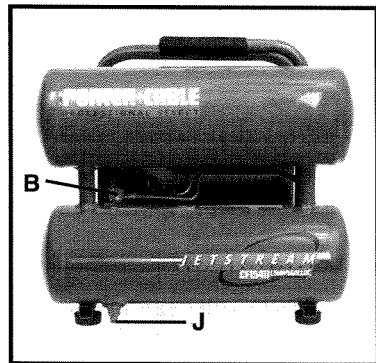

Fig. 2
**Válvula de retención (B), Fig. 2:** Cuando el compresor de aire está funcionando, la válvula de retención está "abierta", permitiendo que entre aire comprimido en el tanque de aire. Cuando el compresor de aire alcanza la presión de "desconexión", la válvula de retención se "cierra", permitiendo que el aire a presión permanezca en el interior del tanque de aire.
**Válvula de drenaje (J), Fig. 2:** La válvula de drenaje está ubicada en la base del tanque de aire inferior y se utiliza para drenar la condensación al final de cada uso.